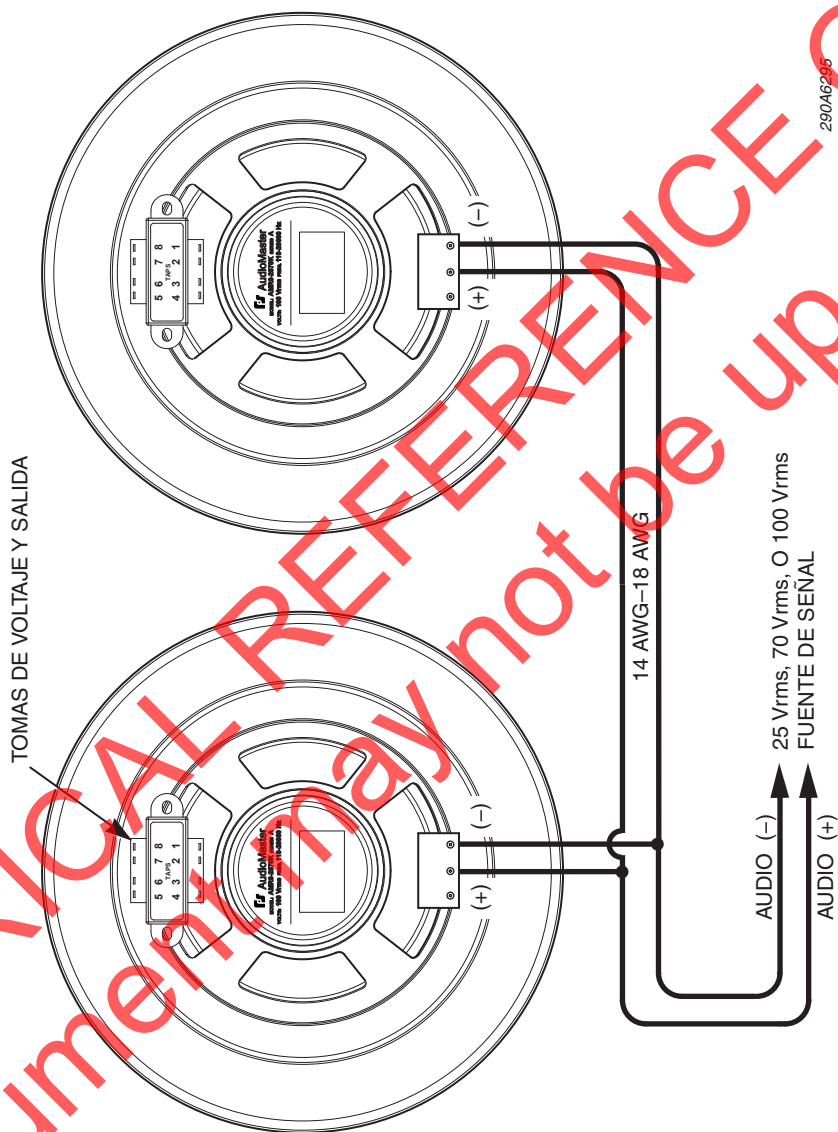

Figura 2. Altavoces conectados en paralelo
4. Para conectar los altavoces en paralelo, consulte la figura 2 en la página 20.